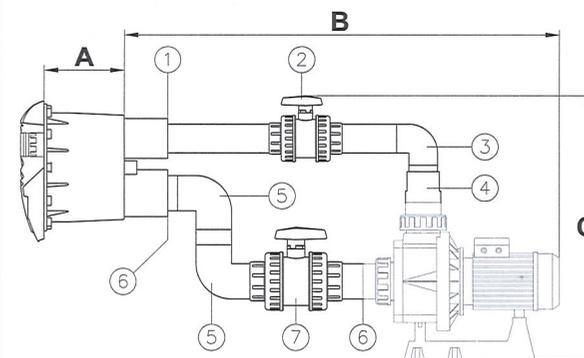

Fig. 6
- Verbinden Sie die Reduzierhülse von 75x63 mm (Nr.1, Fig.6) im Anschluß für den Antrieb des Gehäuses (siehe Fig. 6).
- Verbinden Sie ein Rohr \varnothing 63mm (*) mit der Reduzierhülse (Nr.1, Fig. 6).
- Verbinden Sie das Ventil \varnothing 63mm (Nr.2, Fig. 6) mit dem Rohr \varnothing 63mm (*).
- Verbinden Sie das Rohr \varnothing 63mm (*) mit dem Ventil \varnothing 63mm (Nr.2, Fig. 6).
- Verbinden Sie den Rohrkrümmer \varnothing 63mm (Nr.3, Fig. 6) mit dem Rohr \varnothing 63 mm (*).
- Verbinden Sie das Rohr \varnothing 63mm (*) mit dem Rohrkrümmer (Nr.3, Fig.6).
- Verbinden Sie die konische Reduzierung von 90/75/63 mm (Nr.4, Fig. 6) mit dem Rohr \varnothing 63mm (*) und mit der Rohrverschraubung der Pumpe \varnothing 90mm.
- Verbinden Sie die Reduzierhülse von 75x63 mm (Nr.6, Fig.6) im Anschluß für die Ansaugung des Gehäuses (siehe Fig. 6).
- Benutzen Sie ein Rohr von \varnothing 75mm (*) und schließen Sie damit einen Rohrkrümmer \varnothing 75mm (Nr.5, Fig.6) an die Reduzierhülse (Nr.6, Fig.6) an.
- Mit einem Rohr von \varnothing 75mm (*) vereinen wir nun den anderen Rohrkrümmer von \varnothing 75mm (Nr.5, Fig.6) mit dem schon verleimten Rohrkrümmer (siehe Fig. 6).
- Verbinden Sie das Ventil \varnothing 75mm (Nr.7, Fig.6) mit dem Rohrkrümmer (Nr.5, Fig.6), indem Sie für den Anschluß ein Rohr von \varnothing 75mm (*) benutzen.
- Verbinden Sie ein Rohr \varnothing 75mm (*) mit dem Ventil (Nr.7, Fig. 6).
- Verbinden Sie eine Reduzierhülse von 90x75 mm (Nr.6, Fig.6) mit dem Rohr \varnothing 75mm (*) und mit der Rohrverschraubung der Pumpe \varnothing 90mm.